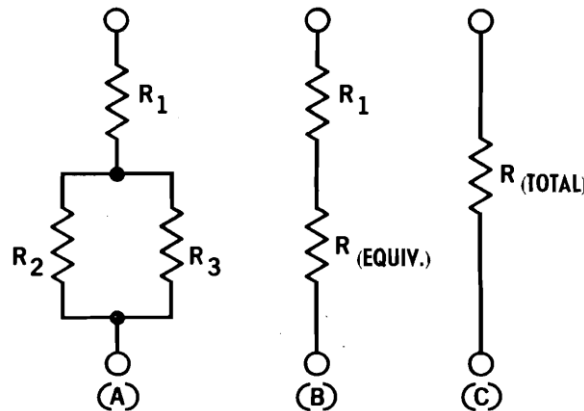

Fig. 13-1
El circuito de la Fig. 13-1 (A) es una disposición serie-paralelo de resistencias. En este circuito, R₁ está en serie con la combinación de R₂ y R₃, en paralelo. Si se calcula la resistencia en paralelo equivalente de R₂ y R₃, se le puede llamar R_{equivalente}; después conéctese el grupo en serie con R₁ como se muestra en la Fig. 13-1 (B). Luego se puede calcular la resistencia total de este circuito de resistencias en serie y llamar al resultado la R_{total}, como se muestra en la Fig. 13-1 (C).